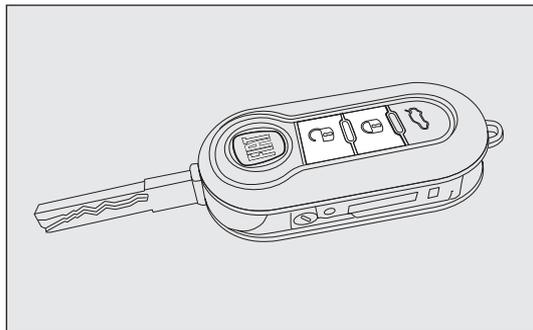
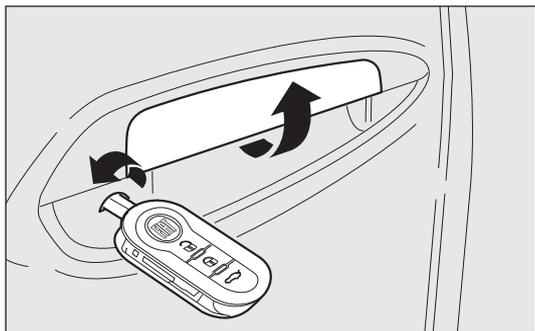
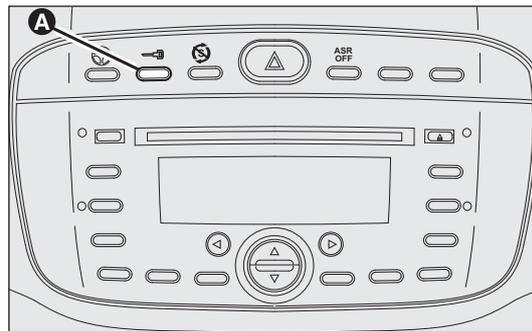

fig. 85
fig. 86
fig. 87
Avec les portes fermées, appuyer sur le bouton  sur la télécommande fig. 85 ou bien insérer et tourner l'insert métallique dans la serrure de la porte côté conducteur, dans le sens des aiguilles d'une montre fig. 86. Le verrouillage effectif des portes est signalé par le simple allumage de la DEL sur le bouton A-fig. 87. Le verrouillage des portes est activé uniquement si toutes les portes sont fermées. Si une ou plusieurs portes sont ouvertes suite à la pression du bouton  sur la télécommande fig. 85, les indicateurs de direction et la DEL présente sur le bouton A-fig. 87 clignotent rapidement pendant environ 3 secondes.
Si une ou plusieurs portes sont par contre ouvertes suite à la rotation de l'insert métallique de la clé, seule la DEL présente sur le bouton A-fig. 87 clignote rapidement pendant environ 3 secondes. Si les portes sont fermées mais que le coffre à bagages est ouvert, les portes sont verrouillées : les indicateurs de direction (uniquement si le verrouillage est effectué en appuyant sur le bouton  fig. 85) et la DEL présente sur le bouton A-fig. 87 clignotent rapidement pendant environ 3 secondes.
Avec la fonction active, il est toutefois possible de déverrouiller les serrures des autres portes, en appuyant sur le bouton A-fig. 87 situé sur la colonne centrale.
En effectuant une double pression rapide sur le bouton  de la télécommande fig. 85, le dispositif dead lock s'active (voir paragraphe « Dispositif dead lock »).
Appuyer brièvement sur le bouton  fig. 85 pour déverrouiller les portes à distance, obtenir l'allumage temporisé des plafonniers internes et le double signal lumineux des indicateurs de direction ou insérer et tourner l'insert métallique dans la serrure de la porte côté conducteur dans le sens contraire aux aiguilles d'une montre, comme illustré sur la 86.
Appuyer sur le bouton A-fig. 87 pour verrouiller/déverrouiller toutes les portes. Le bouton est doté d'une DEL qui indique l'état des portes (verrouillées ou déverrouillées). Lorsque les portes sont verrouillées, la DEL du bouton est allumée et une pression sur le bouton provoque le déverrouillage centralisé de toutes les portes et l'extinction du témoin. Lorsque les portes sont déverrouillées, la DEL est éteinte et une pression sur le bouton provoque le verrouillage centralisé de toutes les portes. Le verrouillage des portes n'est activé que si toutes les portes sont bien fermées.
on ne pourra pas effectuer le déverrouillage avec le bouton A-fig. 87 situé entre les commandes sur la planche de bord.
- le bouton A-fig. 87 de verrouillage/déverrouillage ;
Le dispositif s'enclenche automatiquement sur toutes les portes en effectuant une double pression rapide sur le bouton  sur la clé de la télécommande fig. 85.
L'activation du dispositif est signalée par 3 clignotements des indicateurs de direction et par le clignotement de la DEL située sur le bouton A-fig. 87 entre les commandes sur la planche de bord.